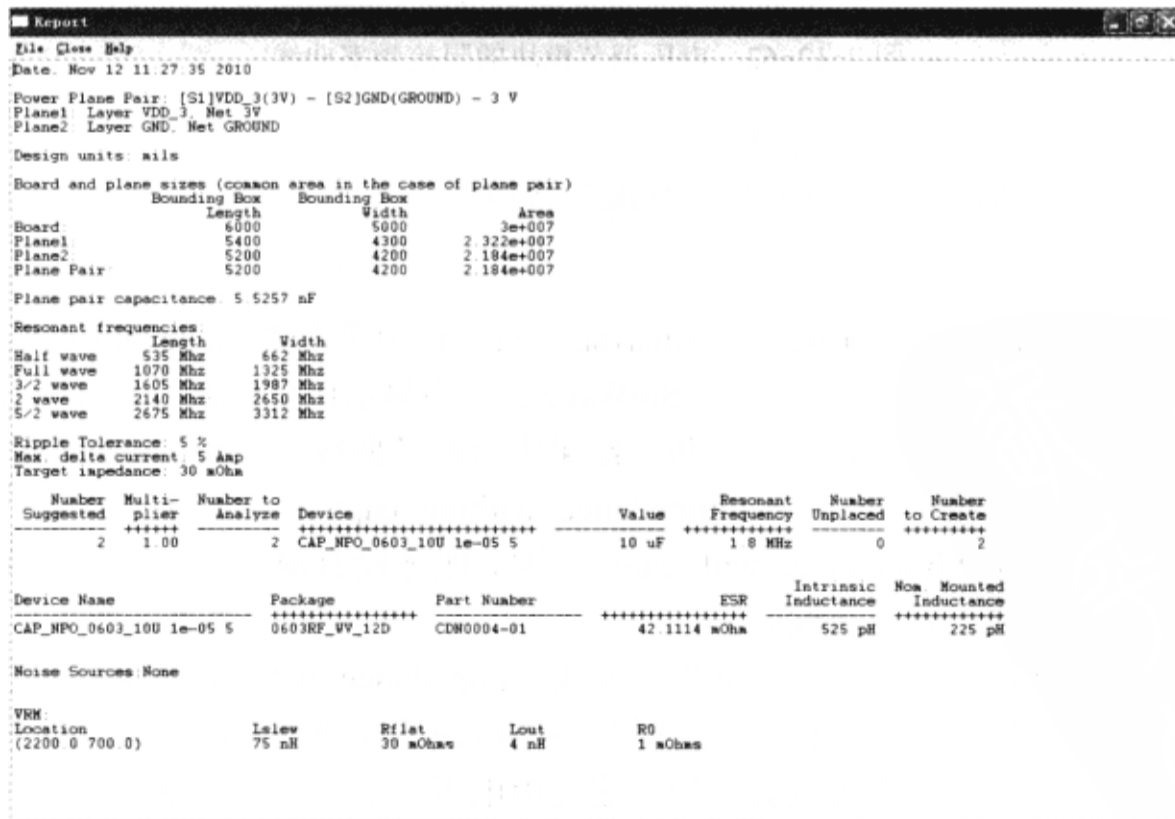

图 7-12-64 单节点分析结果报告窗口
(2) 在“Power Integrity Design & Analysis”对话框中单击“Report”按钮，弹出“Report”窗口，如图 7-12-64 所示。